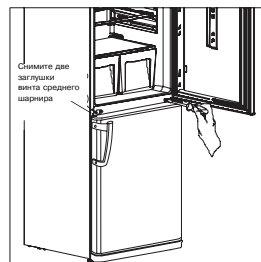

Рис. 1
1. Выкрутите оба винта центральной петли. (Рис. 1). Снимите две заглушки (большого размера) винтов среднего шарнира с левой стороны.